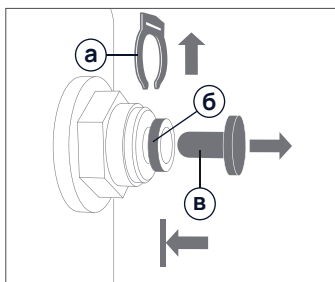

Рис. 3.
1. В соответствии с рис. 3, удалите стопорную клипсу (а). Удерживая цанговое кольцо (б) прижатым к основанию фитинга, аккуратно извлеките заглушку (в).